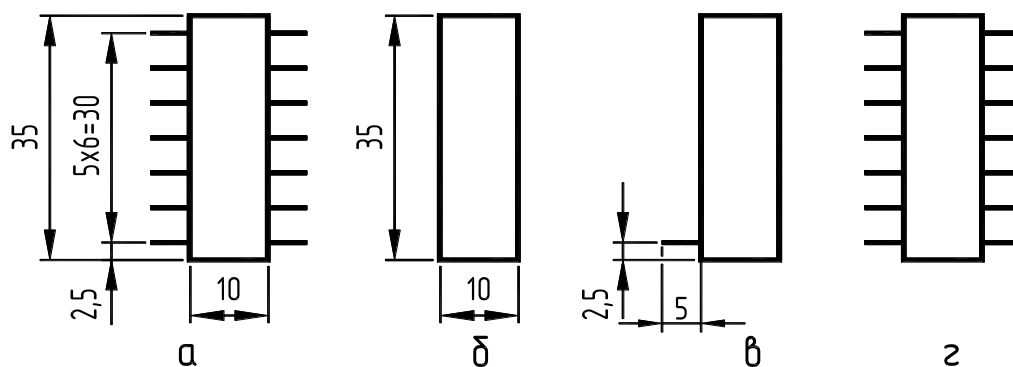

Рисунок 8
Рисунок 8а иллюстрирует форму и размеры условного графического обозначения микросхемы, необходимые для её изображения на схемах; рисунки 8б,в,г – последовательность выполнения микросхемы.
Рисунок микросхемы состоит из прямоугольника и выводов – отрезков длиной 5 миллиметров. **Прис Прямоугольник:** Первый угол: 175, 245 <ОК> Второй угол: 185, 280 <ОК> (рисунок 8б). Включить режим «ОРТО» Увеличить изображение рисунка: **ПСтанд Зумирование Рамкой: заключить в рамку рисунок прямоугольника.** **Прис Отрезок:** Первая точка: 175, 247.5 <ОК> Следующая точка: *сместить прицел влево*, в КС ввести длину отрезка: 5 <ОК> <ОК> (рисунок 8в). Редактируем микросхему (рисунок 8г).
Выбрать объекты: нажать кнопку Выбор объектов: *прицелом указать на отрезок* (вывод микросхемы) *в левом нижнем углу прямоугольника* <ОК>. Закончив выбор объектов, нажать на кнопку *Просмотр*, и, если чертеж выполнен правильно, (рисунок 8г), в диалоговом окне *Массив* нажать на кнопку *Принять*.
11. Перечислите графические примитивы, используемые при построении УГО микросхемы (рисунок 8) ?